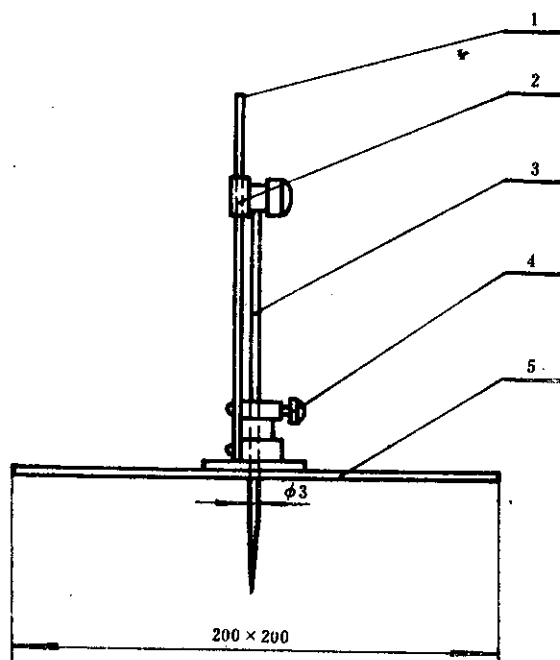

图1 针形厚度计
3.2 针形厚度计: 压板压力49 Pa (0.5 gf/cm^2), 分刻度为1 mm, 如图1所示。